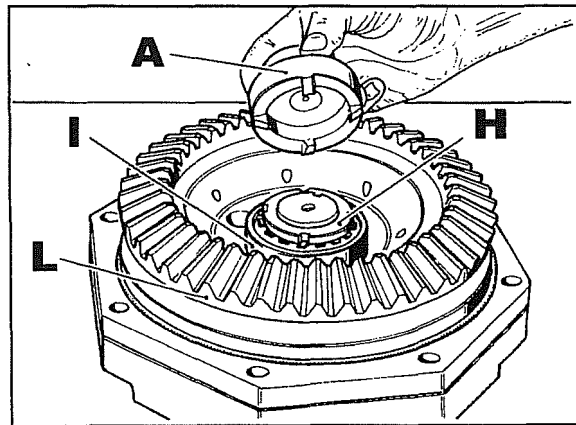

Fig. 23
- 33 Con l'attrezzo speciale **A** fig. 23, togliere la ghiera **H**. Con un estrattore di tipo commerciale togliere il cuscinetto **I** quindi sfilare la corona **L**.
- La ghiera **H** fig. 23 con relativa rondella vanno sostituiti. Nel rimontaggio ricordarsi di serrare la nuova ghiera a **12 Kgm** quindi piegare la rondella e bulinare la ghiera stessa.